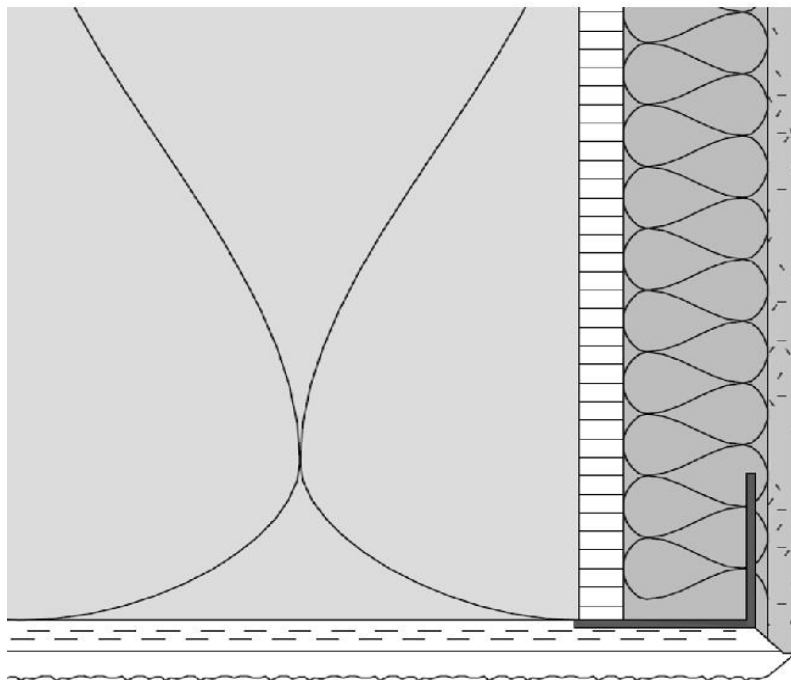

Figura 1: Posizionamento dell'elemento a filo con il materiale isolante in facciata
- Vedere figura 1 nella scheda tecnica di StoProfile Pronto (montante verticale b).